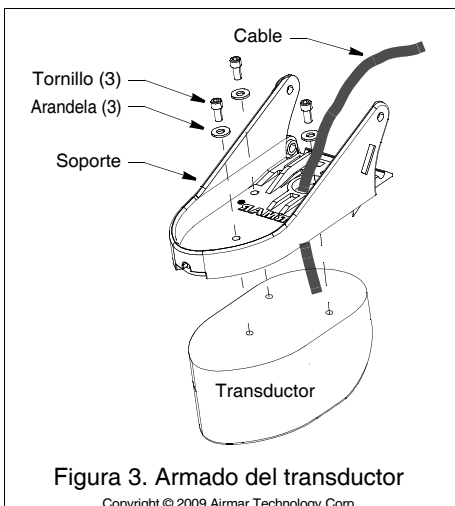

Figura 3. Armado del transductor
1. Pase el cable por el orificio grande del orificio del soporte del transductor (figura 3).